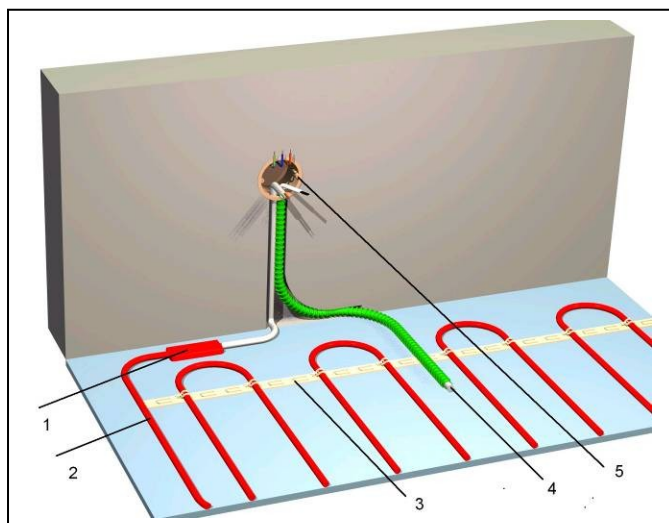

Рис. 3. Монтаж датчика температуры в системе “Теплый пол”.
3. Датчик температуры пола на проводе помещается в гофрированную пластмассовую или гладкую медную трубку диаметром не менее 8 мм. Конец трубки, укладываемый в стяжку, должен быть заглушен, чтобы предотвратить попадание раствора внутрь трубки. Трубка должна обеспечивать свободную замену датчика через монтажную коробку. Переход монтажной трубки с пола на стену рекомендуется делать с помощью двух изгибов: один – в плоскости стены, другой – в плоскости пола (рис. 3). Минимальный радиус изгиба трубки – 50 мм. Трубка датчика крепится между линиями кабеля (с открытой стороны петли - не пересекая нагревательный кабель) на одном уровне с ним или немного выше. Расстояние датчика от края обогреваемой зоны должно быть 0,5 – 1 м.